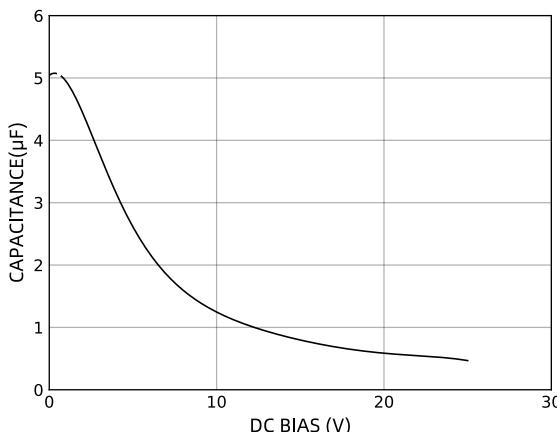

图 15 电容和直流偏置特性
**图 15** 展示了一个  $4.7\mu\text{F}$ 、 $25\text{V}$ 、X5R 电容与电压偏置特性。电容的电压稳定性受其尺寸和电压额定值的影响较大。一般来说，较大封装或较高电压额定值的电容会表现出更好的稳定性。而 X5R 电介质的温度变化在  $-40^\circ\text{C} \sim 85^\circ\text{C}$  范围内约为  $\pm 15\%$ ，且与封装或电压额定值无关。
其中， $C_{\text{BIAS}}$  是工作电压下的有效电容值，TEMPCO 是最坏情况下的电容温度系数，TOL 是最坏情况下的元件容差。**图 15** 中，X5R 电介质的温度系数(TEMPCO)在  $-40^\circ\text{C} \sim 85^\circ\text{C}$  范围内为  $15\%$ ，电容的容差(TOL)为  $10\%$ ，在  $3\text{V}$  偏置下  $C_{\text{BIAS}}$  为  $3.78\mu\text{F}$ 。